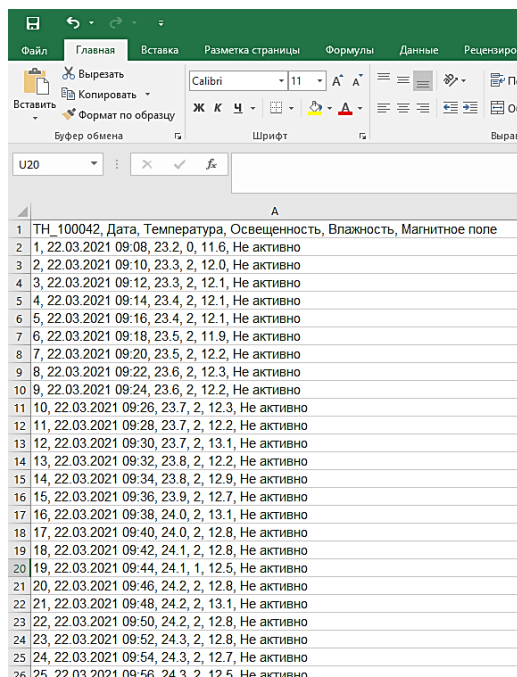

Рисунок 13 – Скопирован в MS Excel
- Скопировать данные комбинацией клавиш **CTRL+A** и вставить в **MS Excel** (рисунок 13);